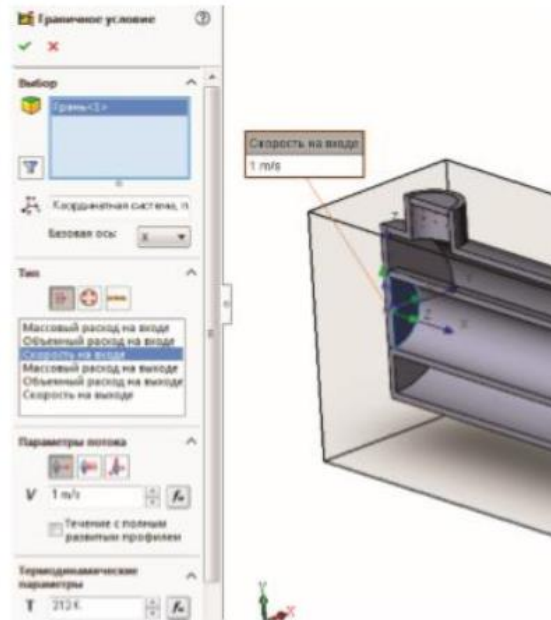

Рис.10 – Завдання вхідних параметрів у внутрішньому потоку
7.3. На вході внутрішнього потоку: натискаємо ПКМ на розділ «Граничні умови» і обираємо «Додати граничну умову ...». Виділяємо внутрішню поверхню на вході зовнішнього потоку, задаємо «Швидкість на вході», V_2 і «Температуру» T_2 (рис.10).